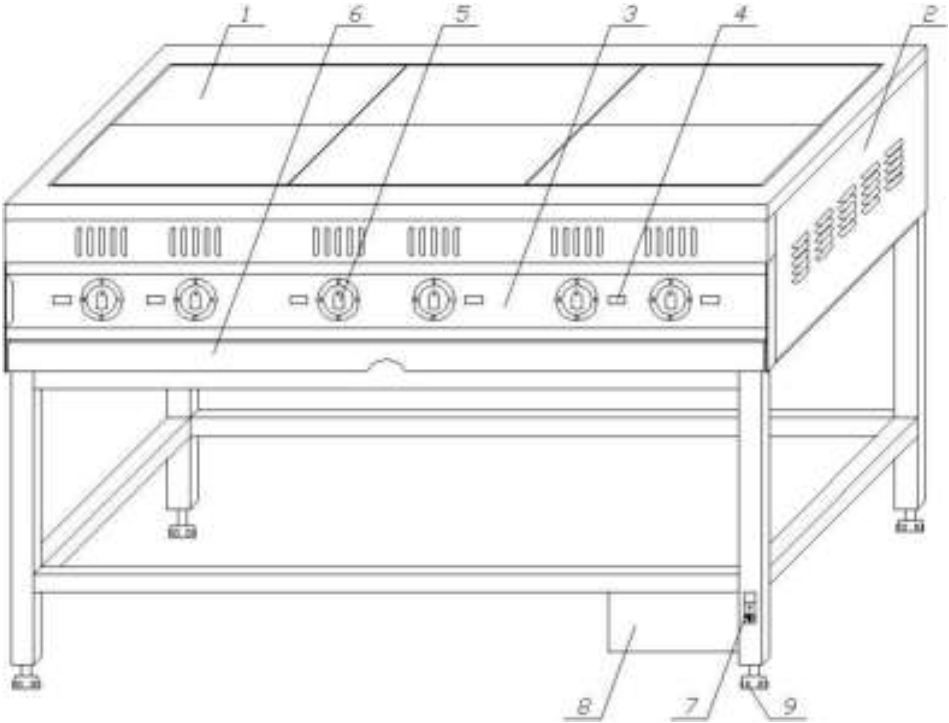

Рисунок 1
4.1 Общий вид плиты приведен на рис.1.